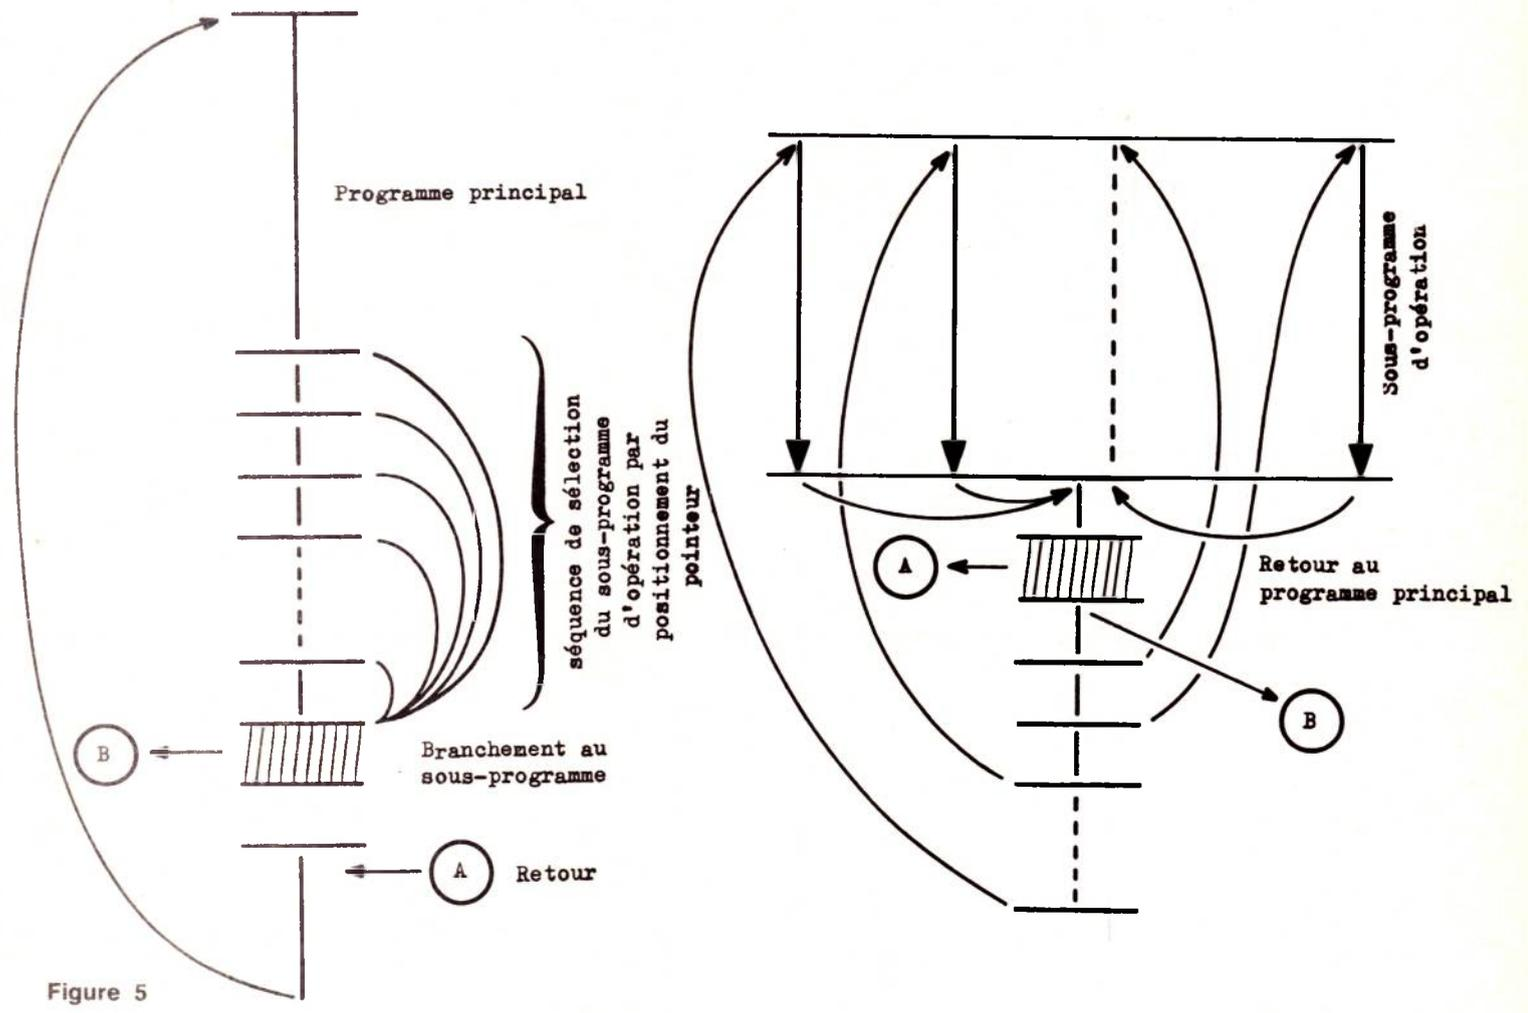

Figure 5
2. - Avant de quitter les sous-programmes d'opération, il faut reconstituer le pointeur d'appel en une fonction unique de façon à ce que le programme principal puisse repositionner celui-ci sur des bases constantes. En d'autres termes, il doit y avoir un retour unique pour tous les sous-programmes d'opération. La place de ce retour, donc la valeur du compteur ordinal correspondante sera le contenu du pointeur d'appel dans le programme principal. Ainsi la base de sélection du sous-programme à appeler sera toujours la même. Le schéma de la **figure 5** donne une représentation de ce principe.
P3 sur le point unique d'entrée de l'ensemble de nos sous-programmes de fonction. (voir **figure 5** précédente). En fait le point que nous incluons dans P3 est exactement le point de retour de l'ensemble des sous-programmes. Ainsi, tout ce qui pourra s'exécuter en boucle automatiquement. La sélection de la fonction a donc lieu juste après ce point de retour.